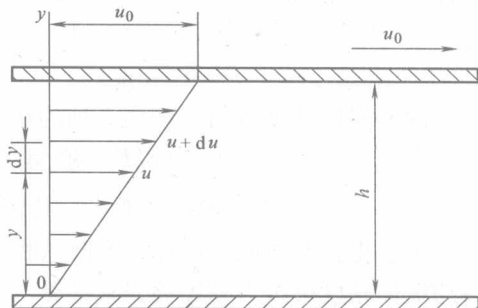

图 1-5 液体的粘性示意图
(1) 粘性 在日常生活中我们都有这样体验：将手从液体中取出时，手上总是粘了一层液体。究其原因是当液体在外力作用下流动时，由液体分子间的内聚力（液体内部分子之间引力的作用效果）而产生一种阻碍液体分子之间进行相对运动的内摩擦力。液体的这种产生内摩擦力的性质称为液体的粘性。图 1-5 所示为在两块平板间充满液体，上平板以速度  $u_0$  向右运动，下平板固定不动。紧贴上平板的一层液体粘附在上平板上，也以相同的速度与上平板一起向右运动。紧贴在下平板上一层液体，粘附在下平板上静止不动。当两平板之间的距离很小时，液体内部各层运动速度呈线性分布。实验测定表明，液体流动时相邻液层的内摩擦力  $F$  与液层面积  $A$ 、液层间相对运动速度梯度  $du/dy$  成正比，即